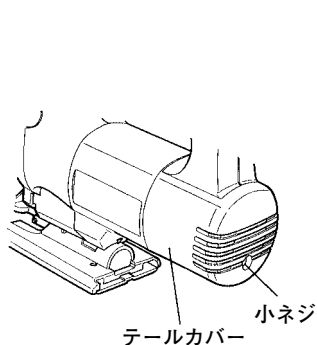

図 27
- (1) テールカバーを締付けている小ネジ (1 本) をゆるめ、テールカバーをはずします。(次ページの図 27)
- (5) テールカバーをかぶせ、小ネジ(1本)を締付けてください。(図 27)